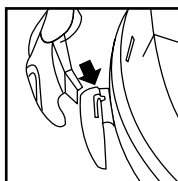

FIGURA 16
23. Presione las lengüetas del porta-herramientas dentro de las ranuras sobre las lengüetas de montaje sobre la parte posterior de la cubierta del depósito. **FIGURA 16.**